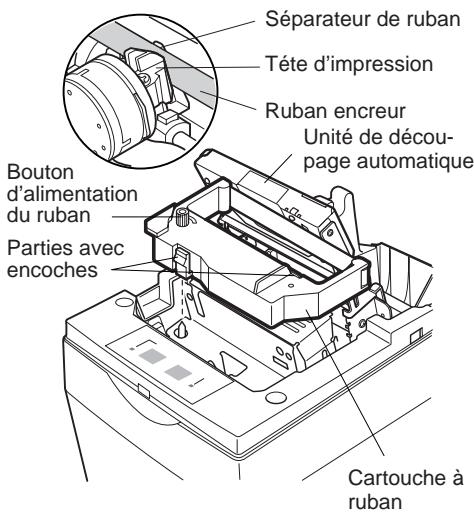

Fig. 6-10 Mise en place de la cartouche à ruban
- ④ Mettez la cartouche à ruban en place dans le sens indiqué dans la figure 6-10 et appuyez légèrement sur la cartouche afin qu'elle se mette en place. Si la mise en place de la cartouche n'est pas satisfaisante, appuyez sur la cartouche tout en faisant tourner le bouton d'alimentation du ruban de la cartouche dans le sens de la flèche.
- ⑤ Pour tendre le ruban, faites tourner le bouton d'alimentation du ruban de la cartouche dans le sens de la flèche.
- ⑥ Refermez l'unité de découpage automatique.
- ⑦ Pour remettre en place le capot, suivez la procédure décrite à l'étape ② dans le sens inverse.